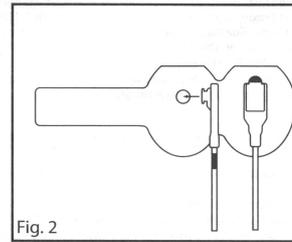

Fig. 2
- Siehe Abb. 2. Drücken Sie den Vorsprung am Sender-Sensorpad (Kabel ist rot markiert) in die Aussparung auf der linken Seite sowie den Vorsprung am detektor-Sensorpad in die Aussparung auf der rechten Seite.